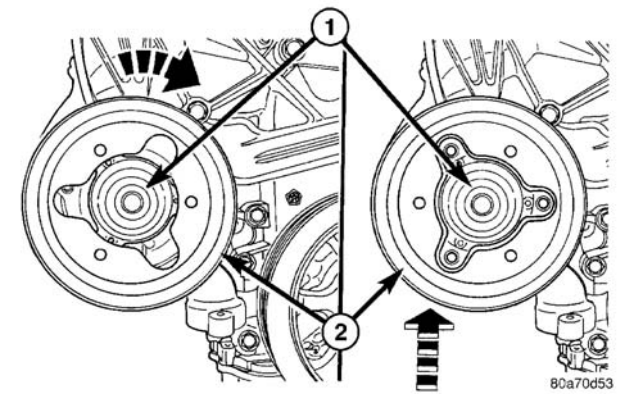

图 28 确定水泵皮带轮的位置
- （5）转动皮带轮，使皮带轮上的孔与水泵驱动轮毂的轮辐对准（图 28）。将皮带轮在泵壳与轮毂之间向内移动。（图 28）。
- （2）将水泵皮带轮松套在水泵外壳与驱动轮毂之间（图 28）。